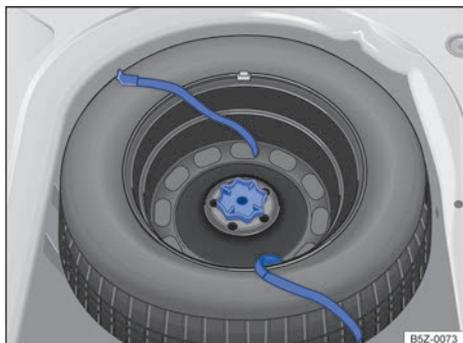

Fig. 140 En el maletero: palanca para fijar la rueda de emergencia.
- Girar totalmente la manivela ubicada en el medio de la rueda de emergencia \Rightarrow **fig. 140** en sentido antihorario y desmontar la rueda de emergencia.